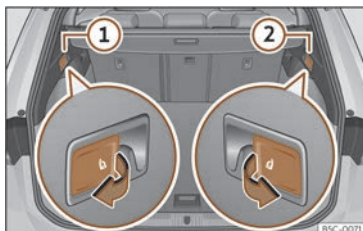

Fig. 115 Al maleter: palanques per al desbloqueig del respall del darrere.
- Estireu la palanca de desbloqueig a distància de la part esquerra»» **fig. 115** ① o dreta ② del respall en el sentit de la fletxa. La part desbloquejada del respall del darrere s'abat automàticament cap endavant.